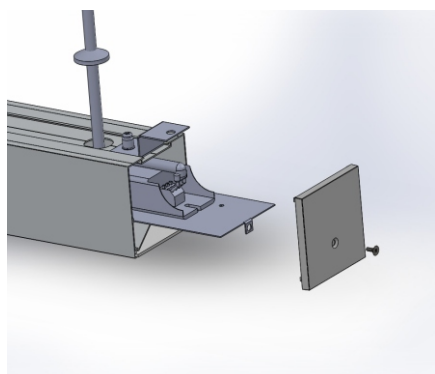

Рис.3
3. С помощью ножа произвести срез необходимой ступени на кабельном вводе, в зависимости от толщины применяемого токонесущего кабеля. Провести токонесущий кабель через кабельный ввод и зафиксировать его на высоте не менее чем 150 мм от начала кабеля. Завести кабель в отверстие светильника на 100 мм. Вытянуть пластину источника питания и произвести коммутацию токонесущих кабелей (сечение не более 2,5 кв.мм) к источнику питания, согласно схеме представленной на корпусе источника питания. (Рис.3)